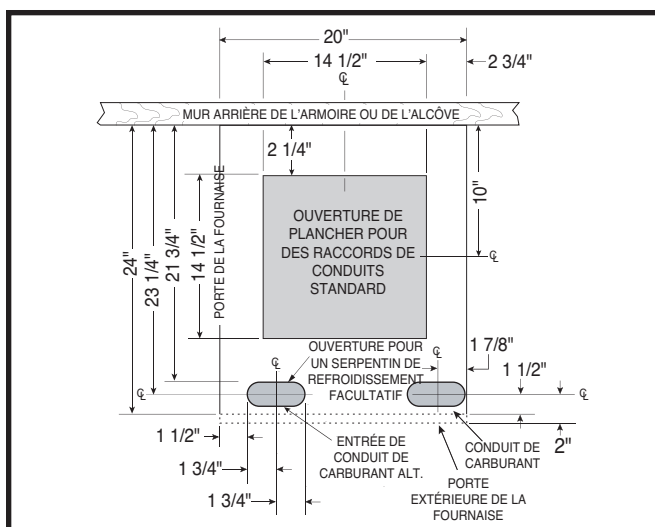
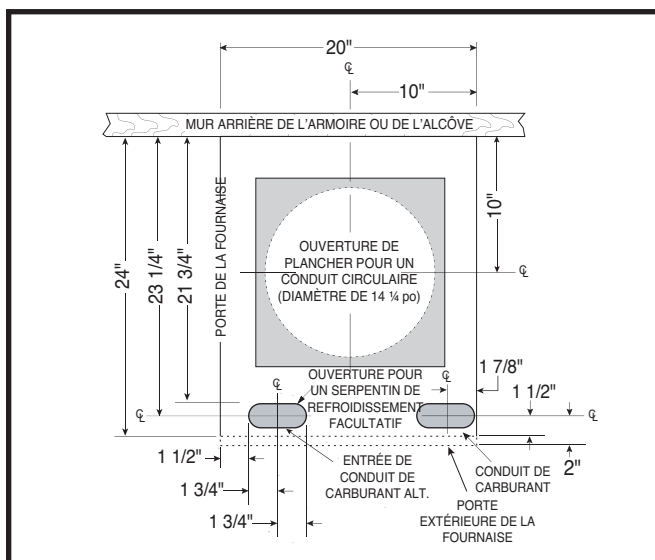

Figure 7. Dimensions du trou pour les raccords de conduits standard
Figure 8. Dimensions du trou pour les raccords de conduits circulaires
Les ouvertures dans le plancher et dans le conduit de carburant doivent être positionnées soigneusement pour prévenir les erreurs d'alignement entre la fournaise et les conduites d'aération. Pour positionner les conduits standard, consultez la Figure 7 \(page 8\). Pour les conduits circulaires, consultez la Figure 8 \(page 8\).
2. En utilisant la ligne centrale comme point de départ, tracez le reste du trou pour les conduits en fonction des dimensions montrées dans la Figure 7 ou la Figure 8.
6. Mesurez et percez un trou de gaz et une ouverture pour le serpent de refroidissement (s'il y a lieu). Consultez la Figure 7 ou la Figure 8.